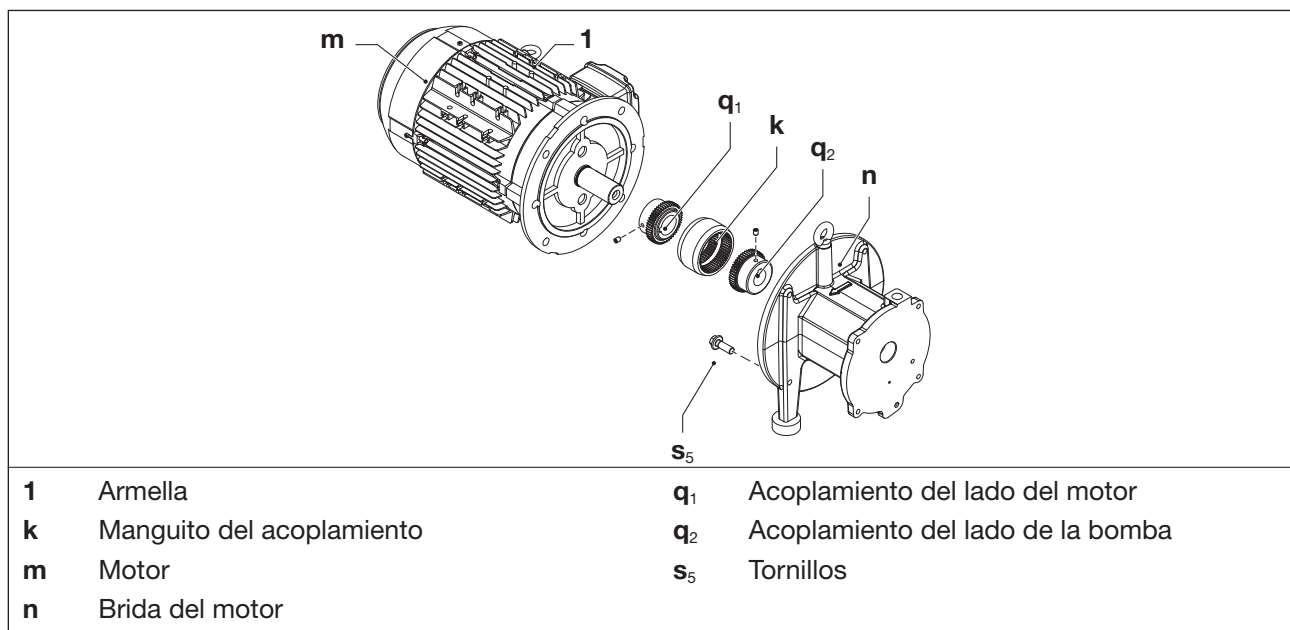

Fig. 10 Acoplamiento
El manguito del acoplamiento (Fig. 10/k) está sujeto a desgaste. Le recomendamos que compruebe regularmente el manguito de acoplamiento (1 vez al año).
- Para comprobar el acoplamiento, apagar el motor (Fig. 10/m) y protegerlo contra una reconexión involuntaria.
- Apretar bien la armella en el motor (Fig. 10/1).
- Aflojar los tornillos (Fig. 10/s₅) en la brida del motor (Fig. 10/n).
- Extraer axialmente el motor con su parte del acoplamiento (Fig. 10/q₁) de la brida del motor (Fig. 10/n) y suspenderlo mediante el equipo de elevación.
- Comprobar el manguito (Fig. 10/k) en busca de daños y desgaste y, dado el caso, cambiarlo.
- Volver a colocar el manguito y el motor con parte del acoplamiento del lado del motor de forma axial y con los tornillos (Fig. 10/s₅) fijados en la brida del motor (Fig. 10/n). Par de apriete: 90 Nm